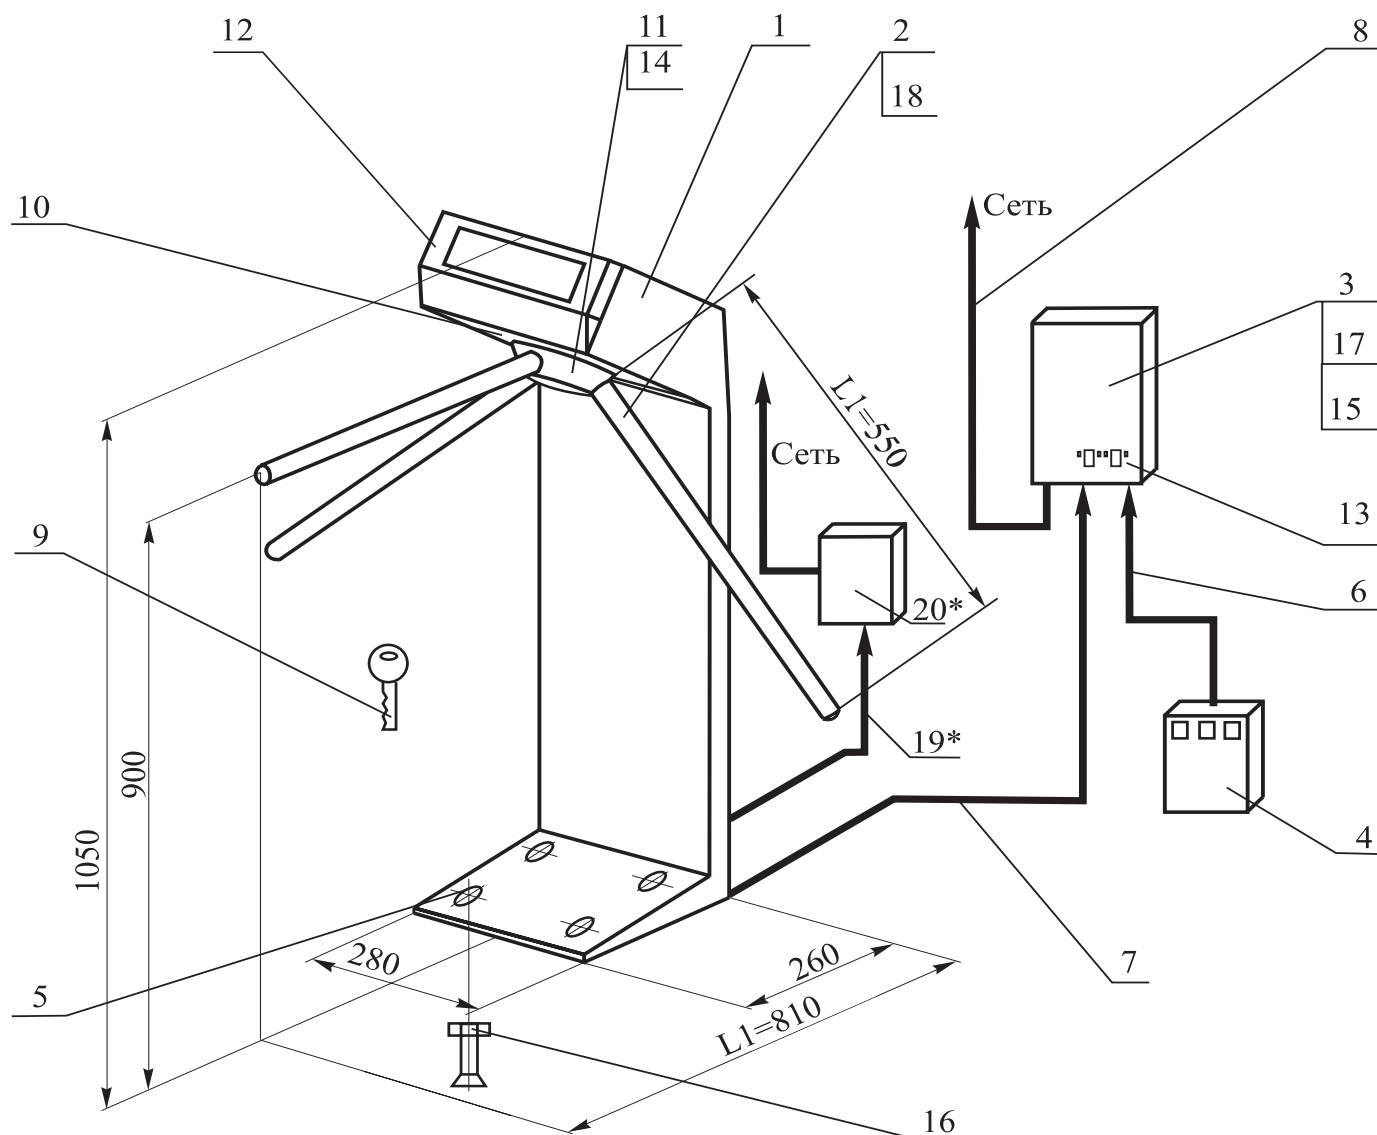

Рис. 1 Общий вид турникета PERCo-TTR-04N:
Устройство турникета показано на рис. 1.
5.2.5. Блок управления (см. рис. 1 и 2) выполнен в виде отдельного прибора в закрытом металлическом корпусе, обеспечивающем настенное крепление с наружной антисдергивающей фиксацией. Возможно настольное применение блока управления.
1. На контакты **«Sens R/Pass R»** и **«Sens L/Pass L»** транслируется состояние датчиков поворота. В этом случае при проходе (повороте на 120° планшайбы (11 на рис.1), к которой крепятся преграждающие планки) формируется следующая последовательность сигналов: